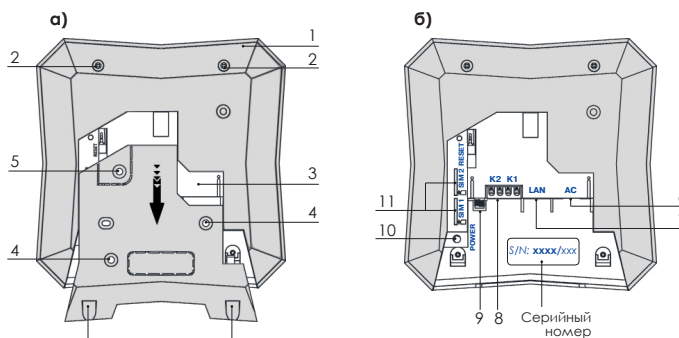

Рисунок 1
Вскройте корпус HUB, сдвинув нижнюю часть основания вниз (см. Рисунок 1а). Вставьте разъем сетевого шнура (входит в комплект поставки) в разъем AC (6), а вилку сетевого шнура в электрическую розетку.
Следуйте указаниям в приложении, чтобы подключить HUB к системе RiDom и создать объект. Заполните данные о вашем местоположении (не обязательно), введите серийный номер HUB (см. Рисунок 1 б), придумайте название для вашего дома, например: «Дача».
Запустите мобильное приложение RiDom. Следуйте указаниям в приложении, чтобы зарегистрировать подключенный HUB и создать объект. Заполните данные о вашем местоположении, серийный номер HUB (см. Рисунок 1 б), придумайте название для вашего дома, например: «Дом».
2. Через отверстия (4) и (5) закрепите основание шурупами. Для контроля отрыва от стены обязательно заверните шуруп в предназначенное отверстие (5).
4. Закрутите два шурупа 2,9x9,5 (входят в комплект поставки) в отверстия (2) в нижней части корпуса (см. Рисунок 1 а).